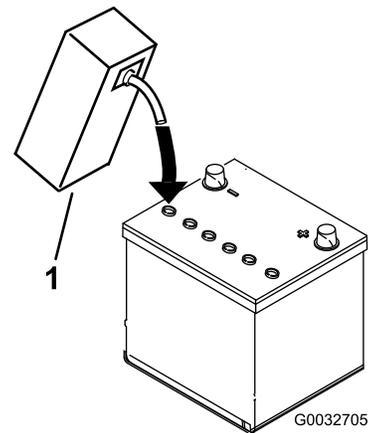

Figure 4
3. Versez de l'électrolyte avec précaution dans chaque élément jusqu'à ce que les plaques soient recouvertes par environ 6 mm (1/4 po) de liquide (Figure 4).
4. Attendez environ 20 à 30 minutes que les plaques aient le temps de s'imprégner d'électrolyte. Faites l'appoint au besoin pour faire monter le niveau de liquide à environ 6 mm (1/4 po) en dessous du creux de remplissage (Figure 4).